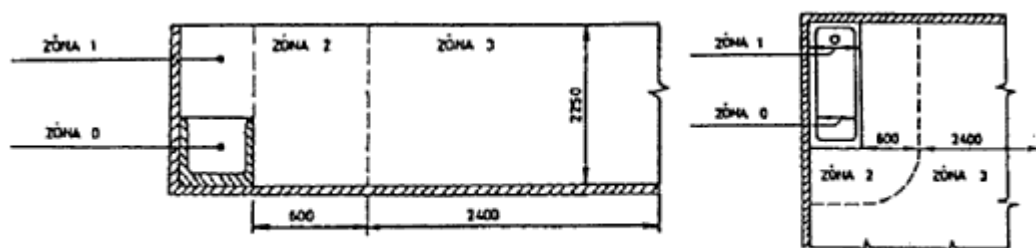

Рис. 1
- котел может быть установлен в обычной среде. Котел запрещается устанавливать в ваннных комнатах и душевых зонах 0,1,2,3, согласно чешским нормам (см. рис.1 ниже);